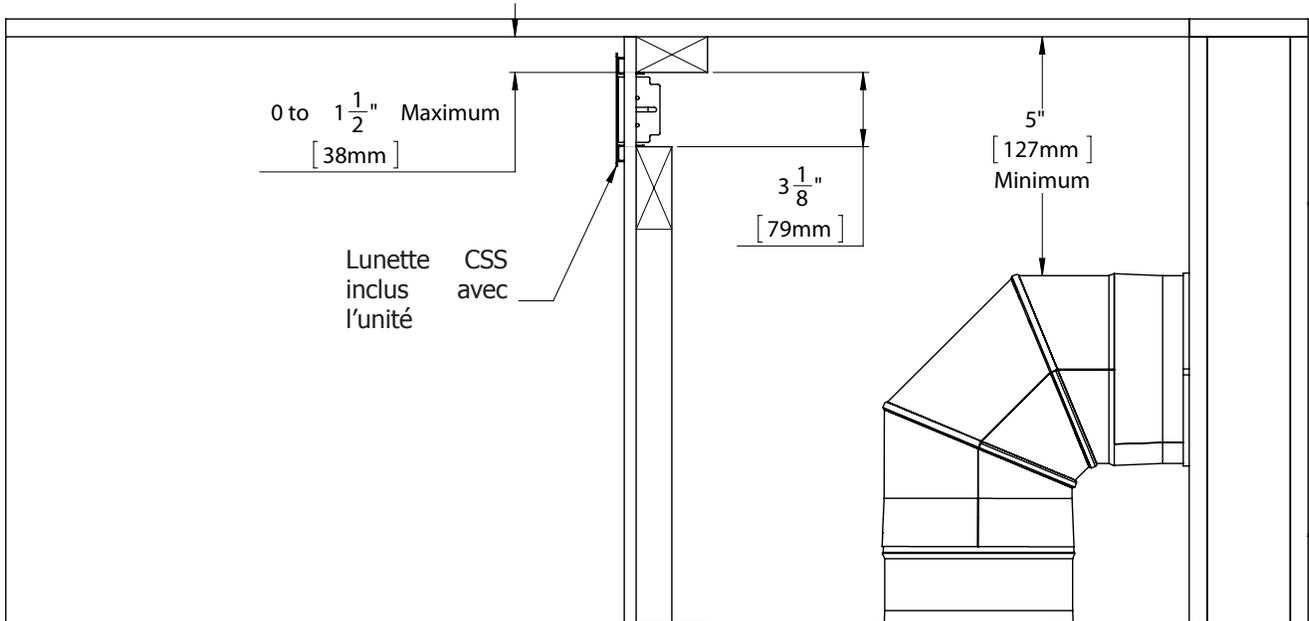

Figure 48: Encadrement Option 3
**Option 3: Lunette** - Une lunette peut être souhaitée pour accentuer la sortie CSS. Construire l'encadrement d'une manière qui fournit une découpe de 55" (1397mm) par 3 1/8" (79mm) pour monter la lunette. Le haut de la découpe doit être à 1 1/2" du haut de la poursuite. Il est essentiel que ces dimensions soient respectées et ne pas s'en écarter lors de l'utilisation de matériaux combustibles à l'intérieur du châssis (voir Figure 48).